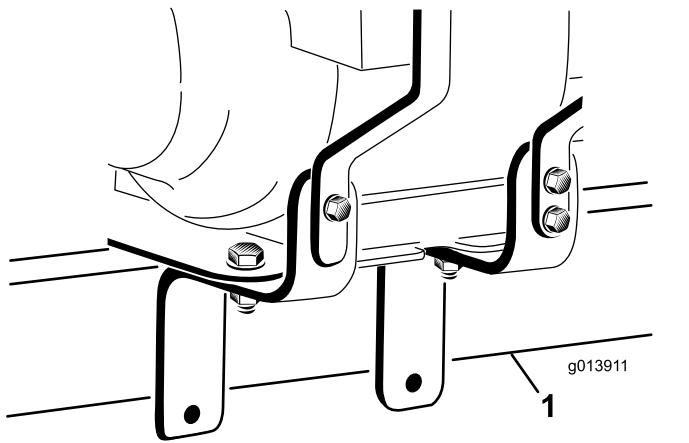
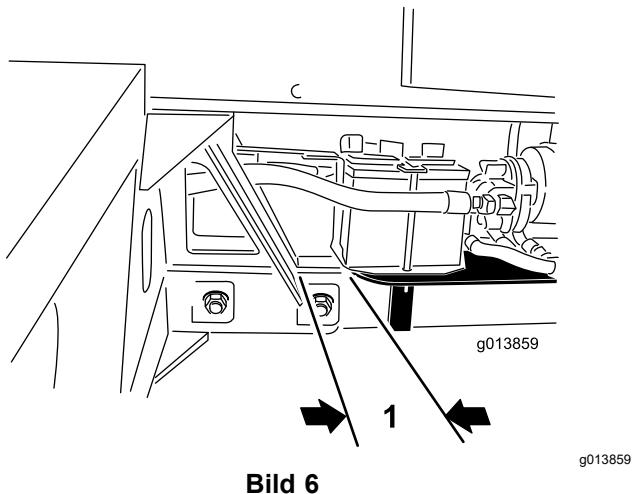

Bild 5
Bild 6
2. Batteriebefestigungsschraube (2)
7. Lassen Sie sich bei der Positionierung des Motors auf dem Anbauvorrichtungsrohr helfen. Stellen Sie sicher, dass die Motorbefestigungshalterungen das Anbauvorrichtungsrohr (**Bild 5**) von beiden Seiten umschließen, und dass die Rückseite der Motorbefestigungsplatte ca. 25 mm vom Anschluss des Anbauvorrichtungsrohrs liegt (**Bild 6**).